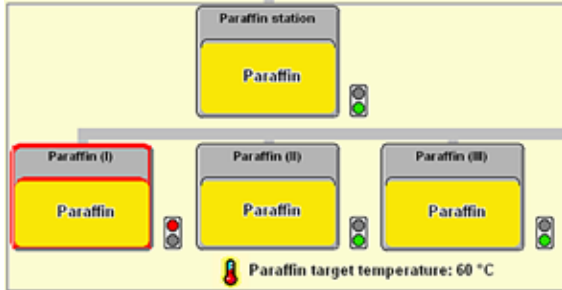

Bild 42
- Om ett paraffinbad har dragits ut anges det av en röd kant (fig. 42) och signallampen bredvid badet blir röd. Indikatorlamporna är också röda om den angivna temperaturen eller smälttiden inte har avslutats.